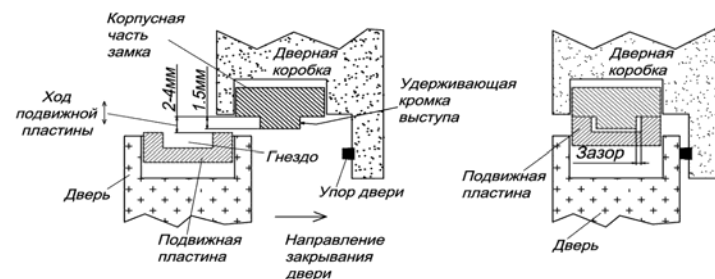

Рис.8
5.7 В закрытом положении двери между рабочими кромками на удерживающем выступе и в гнезде должен сохраняться гарантированный ЗАЗОР. При этом подвижная пластина якоря не должна защемляться из-за влияния уплотнения двери, деформации дверного полотна, неточной навески петель и других факторов создающих «отдачу» двери при закрывании (рис. 8).